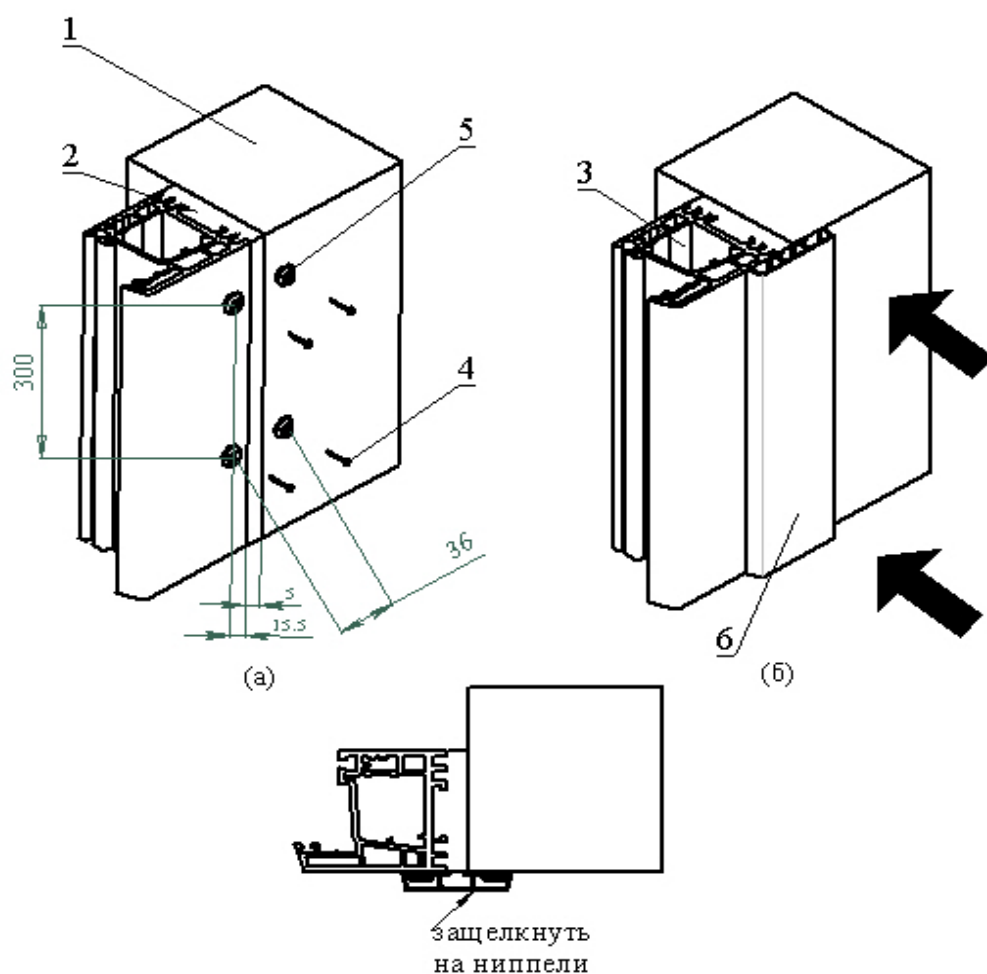

Рис.7 - Установка наружного декоративного профиля
5. Установка декоративного профиля с наружной стороны камеры (рис.7):
- закрепить ниппели (поз.5) винтами СН 2.9*13 (поз.4) на раме стеклянного фронта (поз.3) и стойках (поз.1) (рис.7 а);
- прикрепить нащельник (поз.6), совмещая пазы нащельника с закрепленными ниппелями (поз. 5), небольшим усилием защелкнув нащельник (поз.6) на ниппель (поз.5) (рис.7 б).